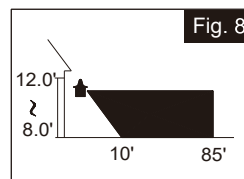

Fig. 8
- Pour de meilleures performances, installez le luminaire à au moins 2,45 m (8 pi) au-dessus du sol. À cette hauteur, le luminaire fournira une distance de détection allant jusqu'à 25,90 m (85 pi) à 25 degrés Celsius (77 degrés Fahrenheit). (Voir Fig. 8)